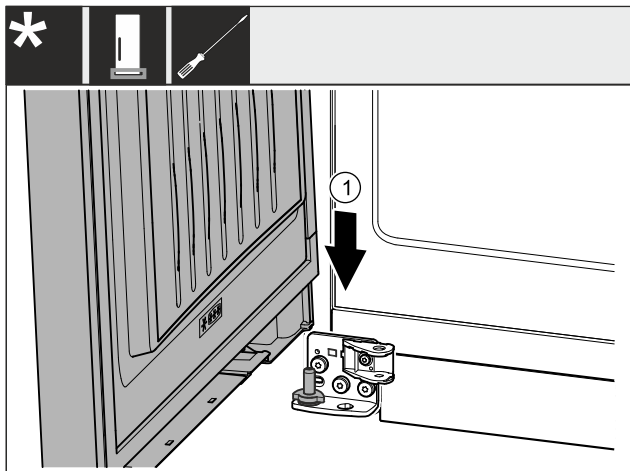

Fig. 30
- ▶ Futni derën nga lart mbi bulonin e rrotullimit poshtë. Fig. 30 (1)